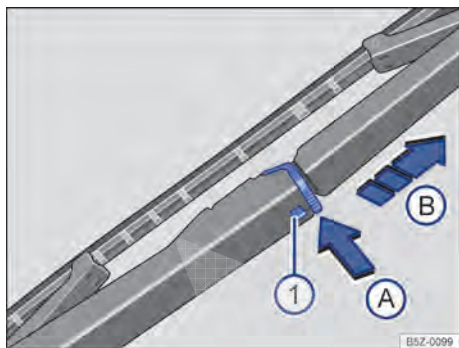

Fig. 149 Substituir a palheta do limpador do vidro traseiro.
- Manter o botão de destravamento → Fig. 149 ① pressionado.
- Pressionar a trava da palheta do limpador do vidro traseiro → Fig. 149, no sentido da seta ①.
- Puxar a palheta do limpador do vidro traseiro → Fig. 149, no sentido da seta ②.
- Introduzir a nova palheta do limpador do vidro traseiro **de mesmo tamanho e modelo** no braço do limpador do vidro traseiro no sentido contrário da seta → Fig. 149 ② até que ela se trave.